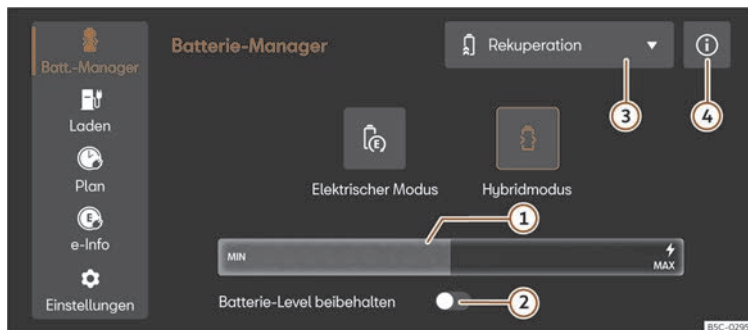

Abb. 116 Im Infotainment-System: Menü Batterie-Manager
- Wählen Sie im Infotainment-System **Elektrischer Betriebsmodus** oder **Hybrid-Modus**. Weitere Informationen zu dem Betriebsmodus finden Sie in ① >>> (Abb. 116) ④.
Legende zur >>> **(Abb. 116):**